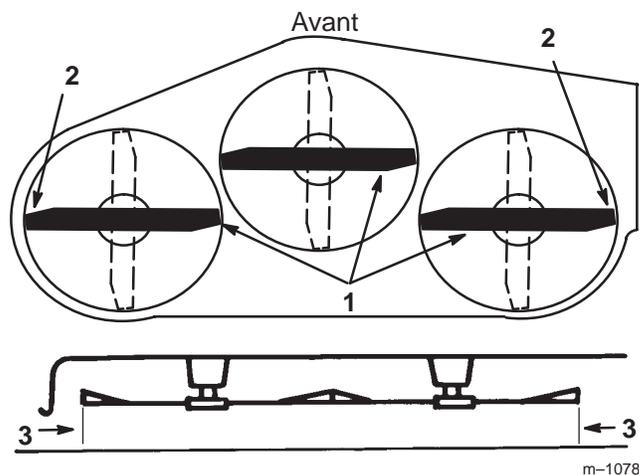

Figure 9
3. Tournez prudemment les lames pour qu'elles soient parallèles dans le sens transversal (Fig. 9). Mesurez la distance entre les tranchants extérieurs et le sol plat (Fig. 9). Si les deux mesures diffèrent de plus de 5 mm, l'horizontalité transversale doit être réglée comme expliqué aux points 4 et 6.